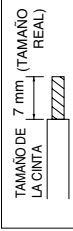

Fig. 3-24
(1) Corte el extremo del cable con alicates de corte y quite el aislante para exponer el cable unos 7 mm. Consulte la etiqueta (Fig. 3-24) ubicada cerca de la placa de terminales.